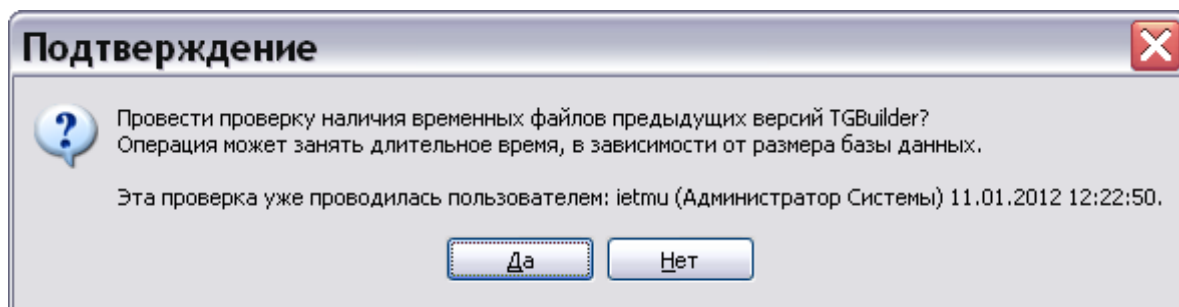

Рисунок 91
4) Нажмите на кнопку **Выбрать**. После этого появится запрос на подтверждение проведения проверки (рисунок 91).